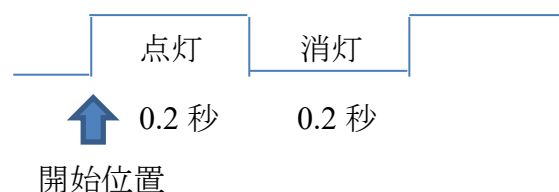

図 2.5 LED の点滅動作
- LED の点滅間隔は点灯 0.2 秒消灯 0.2 秒とし, SW4 のクリック操作に対して, どの LED もいつも図 2.5 の点灯の開始位置から点滅が始まること.
- LED の点滅間隔は点灯 0.2 秒消灯 0.2 秒とし、SW4 のクリック操作に対して、どの LED もいつも図 2.5 の点灯の開始位置から点滅が始まること．